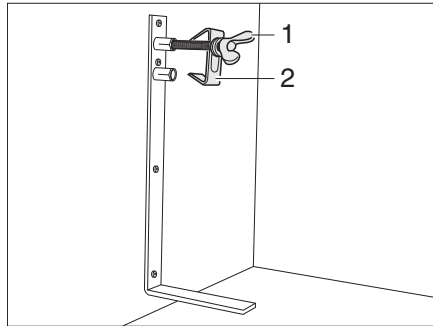

Bild 173 Reservhjulshållare
- Lossa skruven (Bild 173,1) och tag av den med centreringen (Bild 173,2).